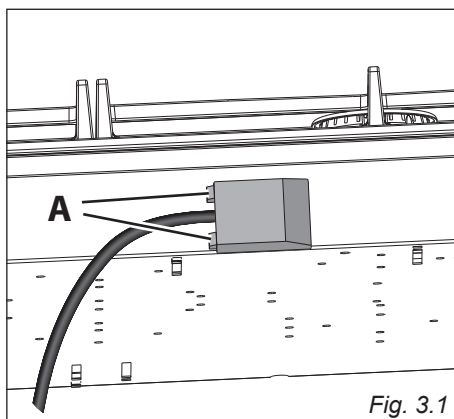

Fig. 3.1
- Lossa locket till anslutningsboxen genom att sätta in en flat skruvmejsel i krokarna "A" (Fig. 3.1).